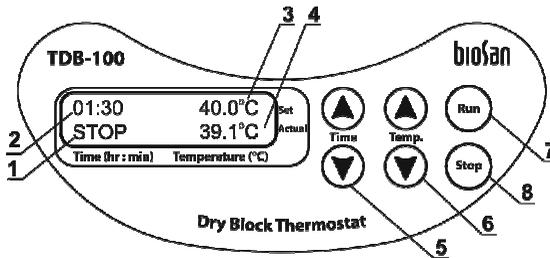

Fig.1 Pannello di controllo
- 4.3. **Impostazione della temperatura.** Utilizzare i tasti ▼ e ▲ **Temp.** (Fig.1/6) per impostare la temperatura desiderata (Fig.1/3). Per aumentare l'incremento, tenere premuto il tasto per più di 2 secondi.
- 4.4. Riscaldamento del blocco. Il valore della temperatura effettiva viene visualizzata nella riga in basso del display (Fig.1/4).
Utilizzare i tasti ▲ e ▼ **Time** [tempo] (Fig.1/5) per impostare il tempo di incubazione dei campioni desiderato in ore e minuti (hr:min). Per aumentare l'incremento, tenere premuto il tasto per più di 2 secondi. Il valore del tempo impostato viene visualizzato nella riga in alto del display (Fig.1/2).
4.7. Premere il tasto **Run** [avvio] (Fig.1/7) per avviare il timer. Il tempo trascorso verrà visualizzato nella riga in basso del display (Fig.1/1).
4.8. Allo scadere dell'intervallo di tempo impostato, il timer emetterà un segnale acustico e sul display comparirà l'indicazione lampeggiante STOP. Premere il tasto **Stop** [arresto] (fig. 1/8) per spegnere il segnale.
**Attenzione!** L'arresto del timer non comporta l'arresto del processo di riscaldamento/mantenimento della temperatura. È possibile interrompere il processo di riscaldamento riducendo la temperatura al di sotto dei 25 °C utilizzando il tasto ▼ **T, °C** (Fig. 1/6) (sul display comparirà l'indicazione OFF, fig.1/3).